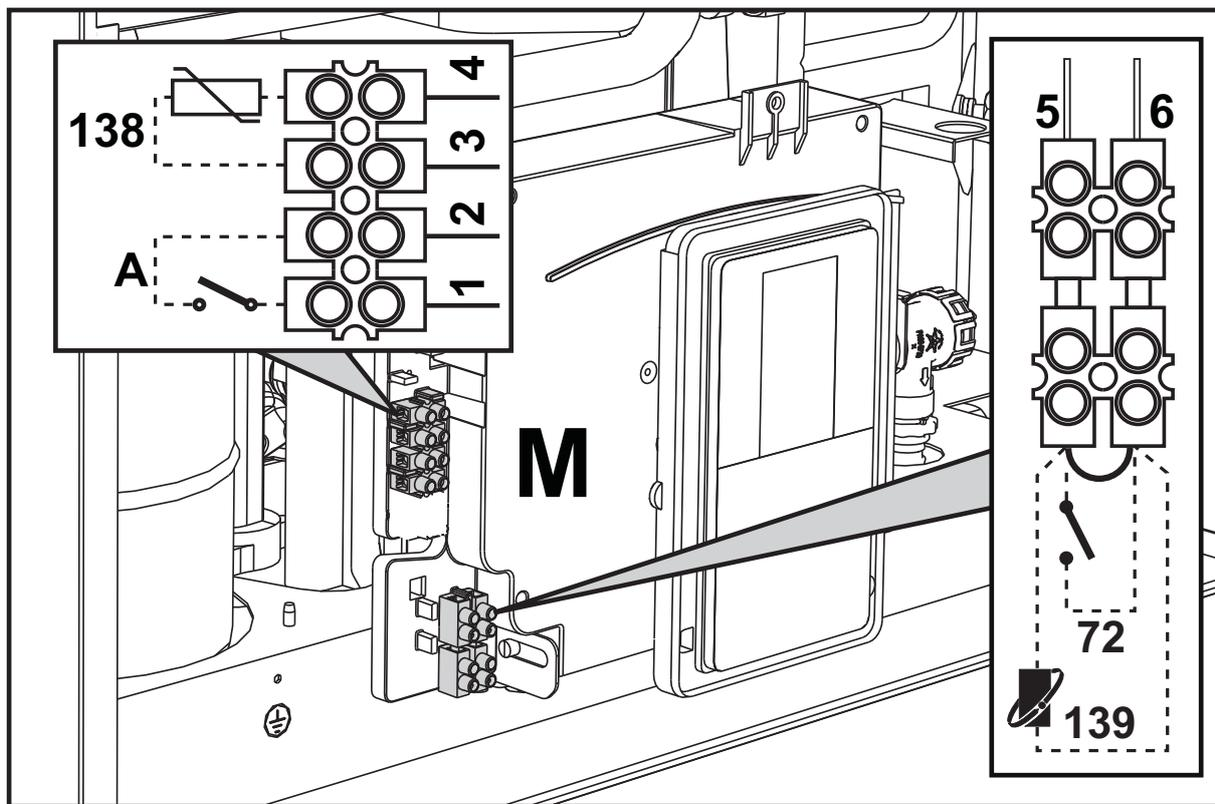

fig. 28
Dopo aver tolto il pannello frontale (sez. "Apertura del pannello frontale" a pag. 49) è possibile accedere alle morsettiere (M) e al fusibile (F) seguendo le indicazioni descritte di seguito. I morsetti indicati nella fig. 28 devono essere a contatti puliti (non 230V). La disposizione dei morsetti per i diversi allacciamenti è riportata anche nello schema elettrico alla fig. 64.
Configurazione Interruttore ON/OFF (A fig. 28)